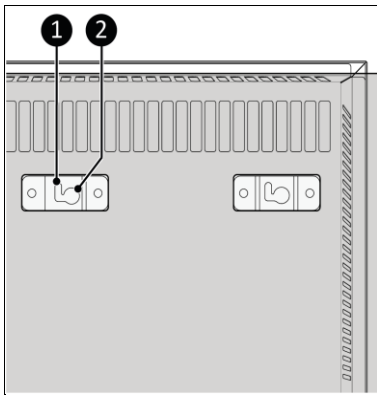

Figure 12
10. Placez les trous du support (figure 12, pos. 2) sur les vis du mur.
11. Faites glisser l'appareil vers la gauche et laissez-le tomber dans l'ouverture des supports (figure 12, pos. 1).